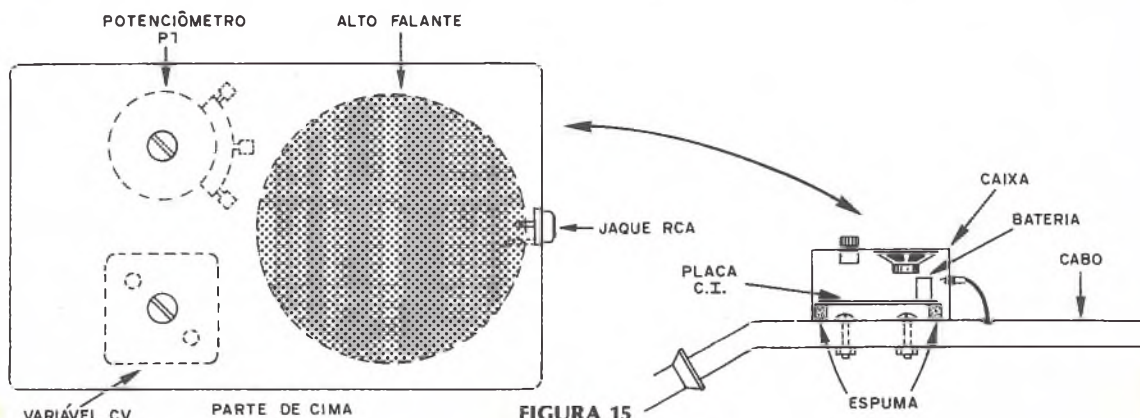

FIGURA 15
a) Fixe o potenciômetro, o capacitor variável e o jaque RCA na caixa segundo a figura 15.